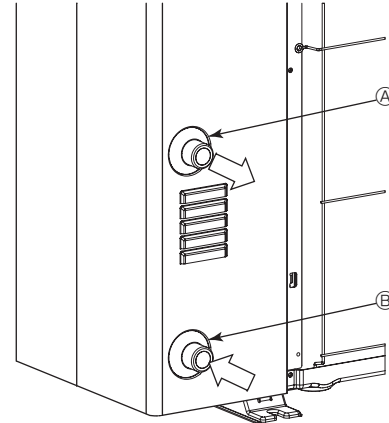

Fig. 5-1
### 5.1. Conexión de las tuberías del agua (Fig.5-1)
- La posición de las tuberías de entrada y salida se muestra en la Fig. 5-1.
[Fig. 5-1]